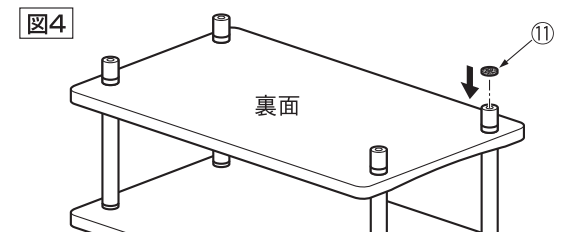

図4
- 付属のフェルト⑪を、【図4】のように鋳鉄脚の先に貼り付けてください。